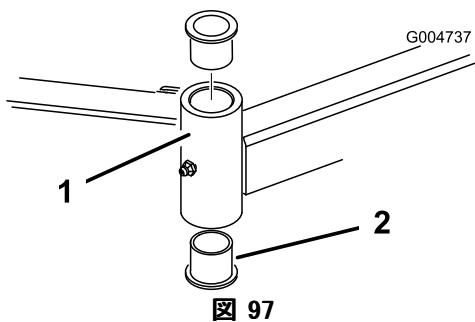

図 97
- ピンポンチを使って、チューブの上または下からブッシュをたたき出す (図 97)。他のブッシュも、同様にしてチューブから取り外す。チューブの内部をきれいに清掃する。